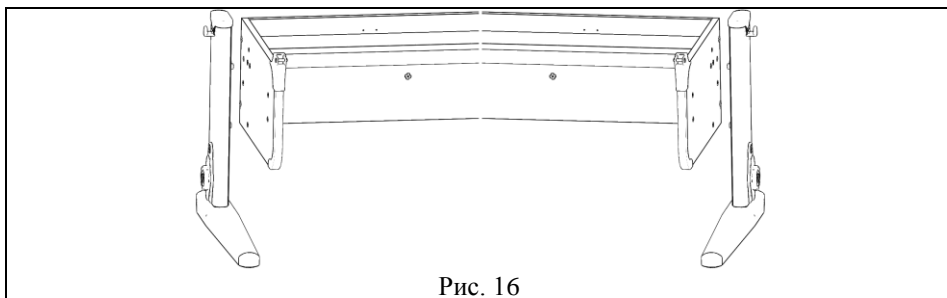

Рис. 16
5.3.1. Вставить левую стойку (сборка по п. 5.2) в основание стола (сборка по п. 5.1) согласно рис. 16.